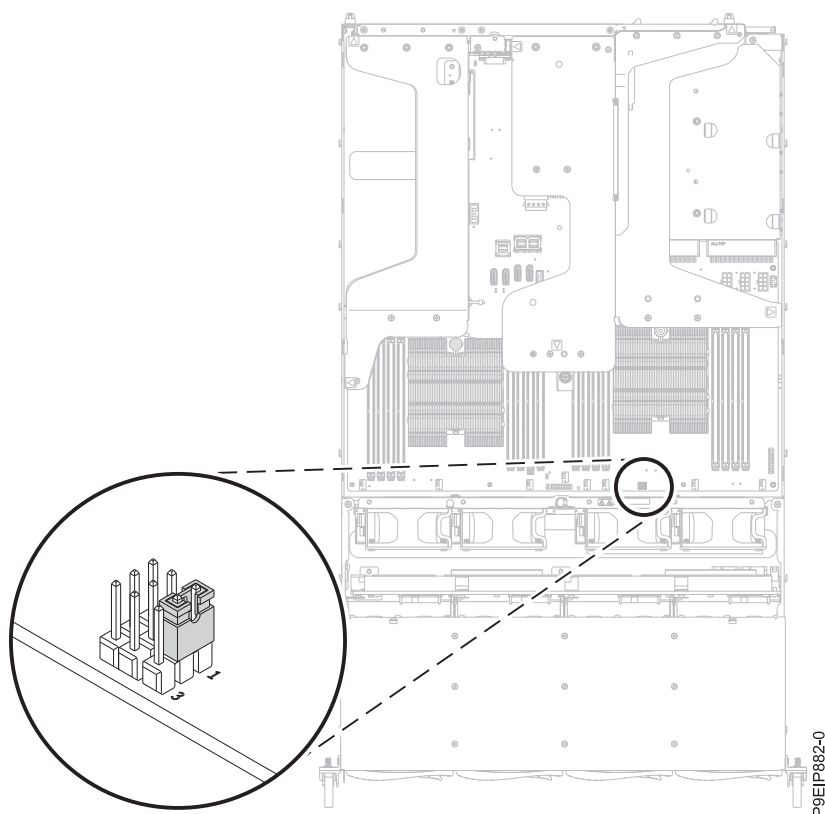

Figure 40. Paramètres du cavalier
3. Assurez-vous que le paramètre du cavalier figurant à l'emplacement indiqué est défini comme illustré dans la figure 40, à la page 43 sur les broches 1 et 2. La broche 3 est la plus proche de l'avant du système. La broche 1 est la plus proche de l'arrière du système.